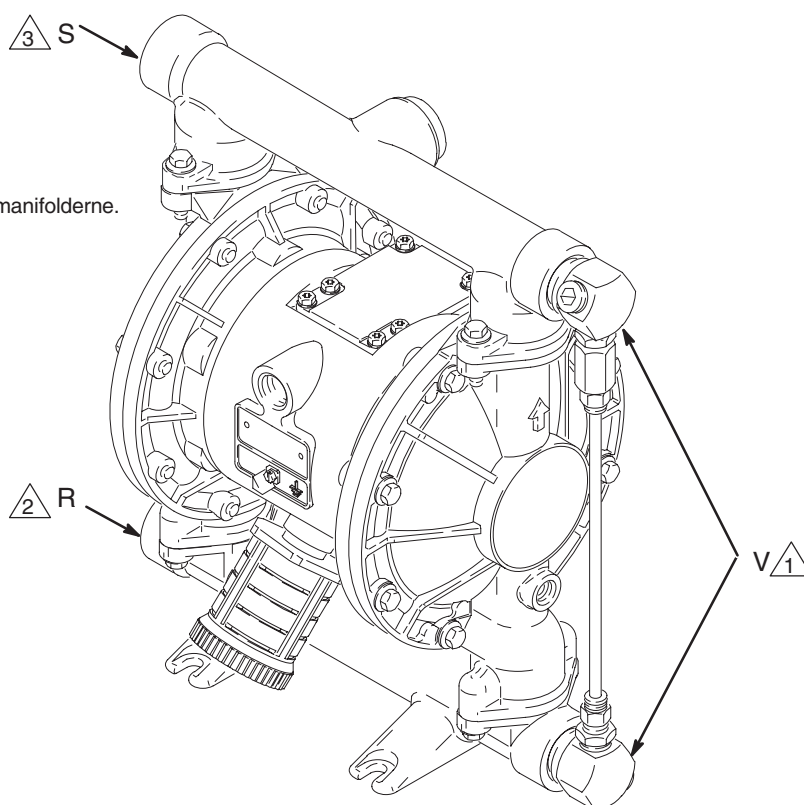

Fig. 7
Trykaflastningssættet 235409 (V) fås til aluminiumspumper for at forhindre dannelse af overtryk og sprængning af pumpe eller slange. Se Fig. 7. Sættet indeholder en vejledning.